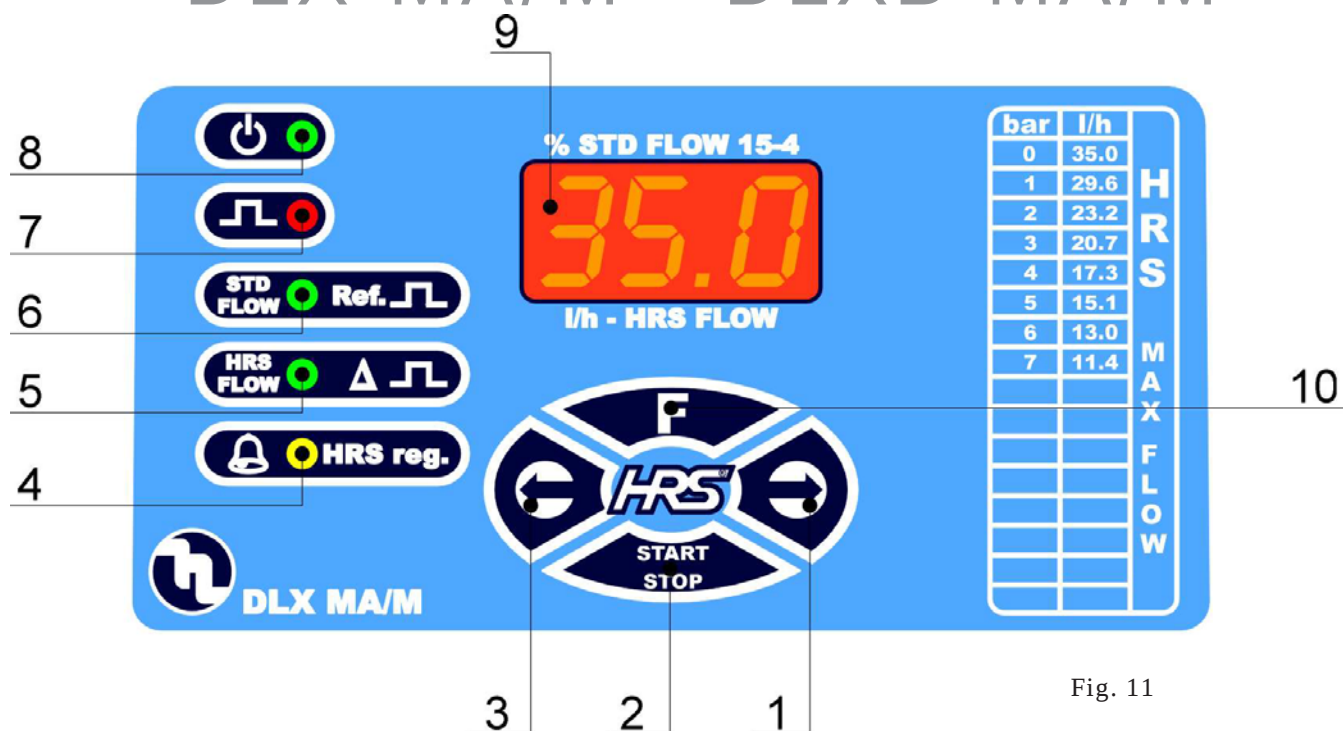

Fig. 11
También se puede efectuar esta operación de la forma siguiente: una vez la bomba está desconectada de la instalación, sujete la bomba boca abajo por unos pocos segundos (15-30) sin que los tubos estén conectados a los empalmes. Si resulta imposible, desmontar y volver a montar el cuerpo de la bomba (Fig.11) utilizando los cuatro tornillos de fijación.
6.1 - MANDOS (Fig. 11)